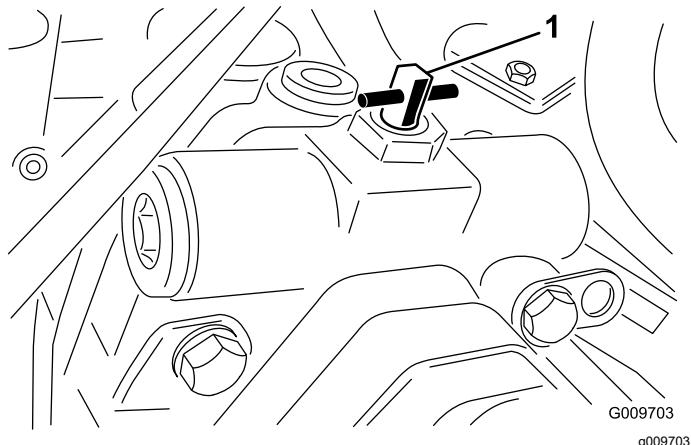

Figure 101
7. Ouvrez la vanne de dérivation de remorquage de la pompe de traction en la tournant à 90° (1/4 de tour) dans un sens ou l'autre (Figure 101).
2. Ouvrez la vanne de dérivation de remorquage de la pompe de traction en la tournant à 90° (1/4 de tour) dans un sens ou l'autre (Figure 101).